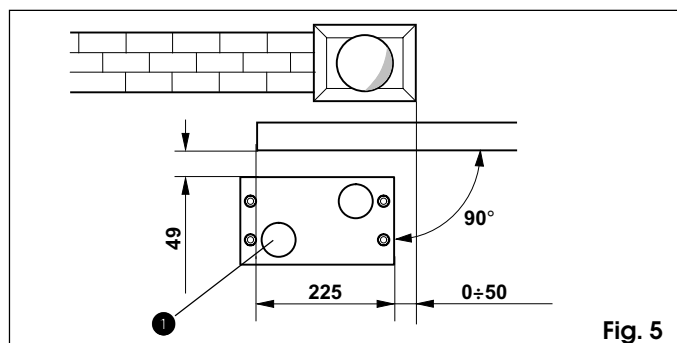
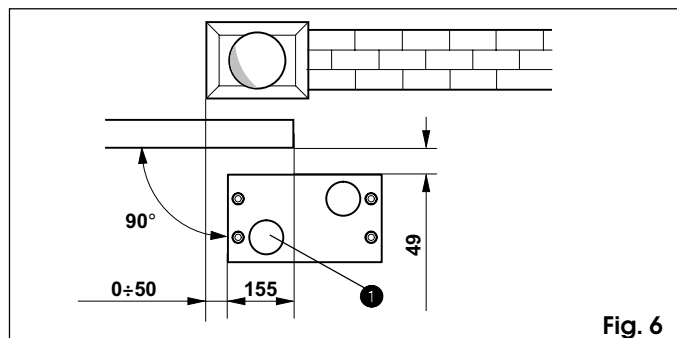

Fig. 5
Fig. 6
- 2) La plaque de fondation doit être placée conformément à la Fig.5 (fermeture à droite) ou Fig.6 (fermeture à gauche) pour garantir un engrenement fiable pignon/crémaillère.